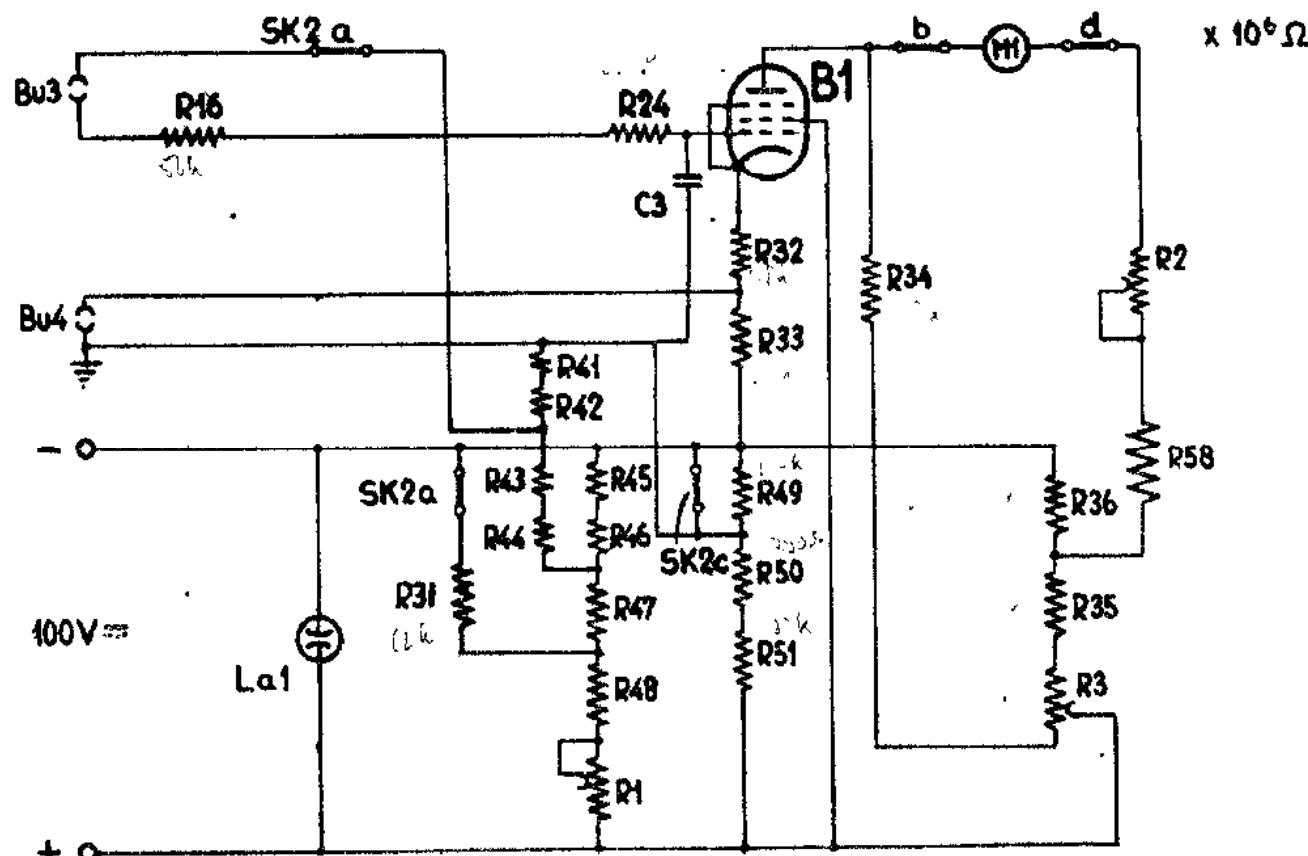

Fig.7
e. Weerstandsgebied $\times 1 M\Omega$ (fig.7)